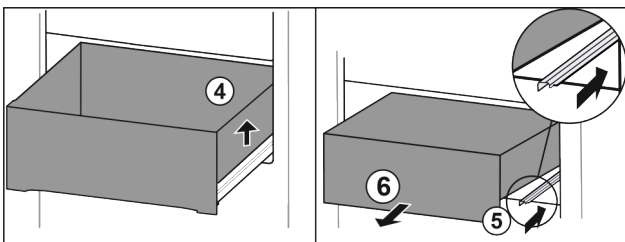

Fig. 18
- ▶ Підняти висувний ящик праворуч. Fig. 18 (4)
- ▶ Вставити праву рейку. Fig. 18 (5)
- ▶ Вийняти висувний ящик рухом вперед. Fig. 18 (6)